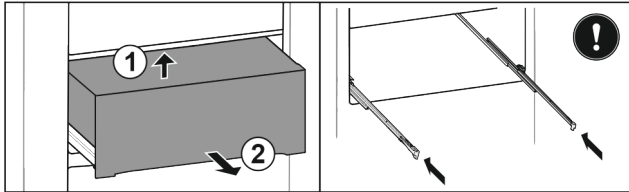

Fig. 29*
- ▶ Von unten hinten anheben Fig. 29 (1).*
- ▶ Nach vorne entnehmen Fig. 29 (2).*